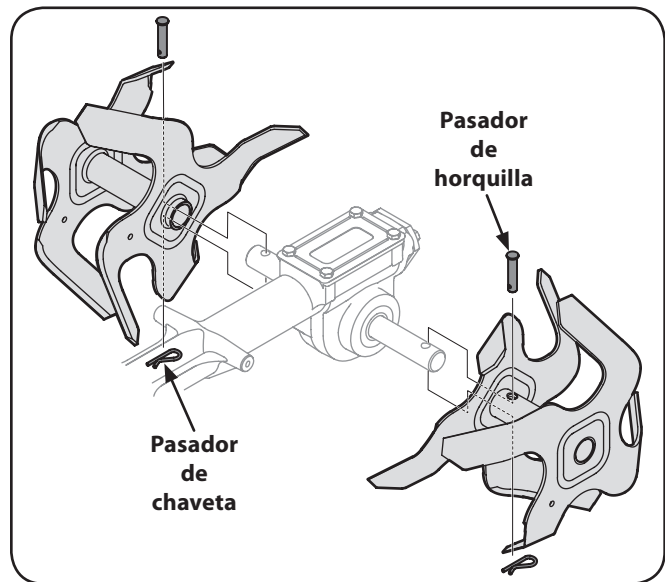

Figura 7-4
3. Para retirar un conjunto de dientes, simplemente saque el pasador de chaveta que sujeta el pasador de horquilla como se observa en la Figura 7-4. Retire el pasador de horquilla y deslice el conjunto hacia afuera de la unidad y lejos del eje de los dientes.